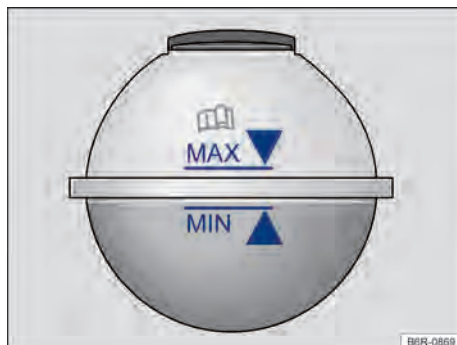

Fig. 178 No compartimento do motor: marcação no reservatório de expansão do líquido de arrefecimento do motor. ►
- Com o motor frio, verificar o nível do líquido de arrefecimento do motor pela marcação lateral do reservatório → Fig. 178.
- Reabastecer somente com líquido de arrefecimento do motor **novo** e de acordo com a especificação da Volkswagen (→ Página 231) → ①.
- O nível do líquido de arrefecimento do motor deve permanecer dentro da marcação do reservatório → Fig. 178. **Não completar acima da marca "MAX" → ①!**
- Se em caso de emergência não houver à disposição o líquido de arrefecimento do motor dentro da especificação exigida (→ Página 231), não utilizar nenhum outro aditivo do líquido de arrefecimento do motor! Em vez disso, completar somente com **água destilada** → ①. Depois disso, a mistura com a proporção correta de aditivo do líquido de arrefecimento do motor → Página 231 deve ser restabelecida o mais rápido possível.
- Completar com líquido de arrefecimento do motor somente até a marca "MAX" → Fig. 178. Caso contrário, ao aquecer-se, o líquido excedente será expulso do sistema de arrefecimento do motor e poderá causar danos.